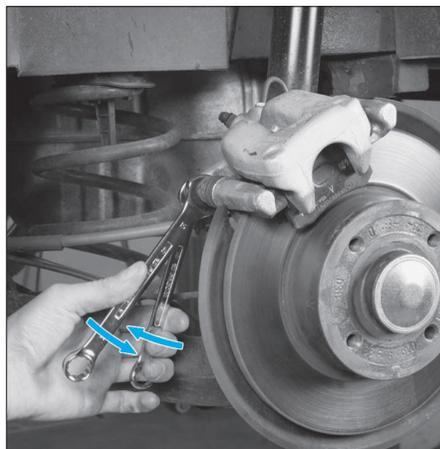

FIG. 17
- Déposer la vis de colonnette inférieure en maintenant l'écrou (Fig.17).